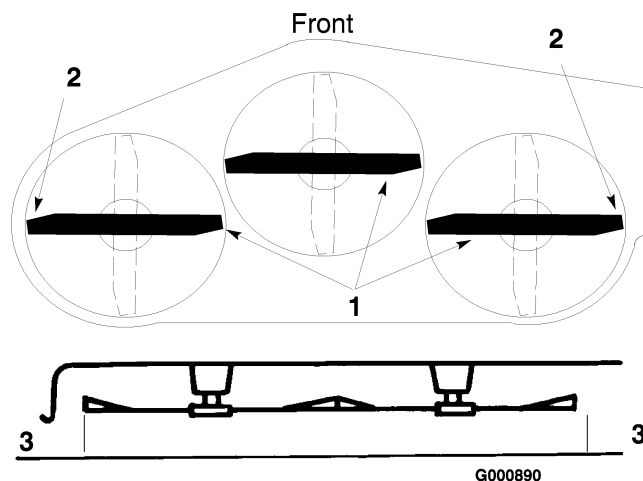

Figure 42
- Avec précaution, tournez les lames pour qu'elles soient parallèles dans le sens transversal (Figure 42). Mesurez la distance entre les tranchants extérieurs et le sol plat (Figure 42). Si les deux mesures diffèrent de plus de 4,75 mm (3/16 pouce), un réglage s'impose, comme expliqué aux points 5 et 6.